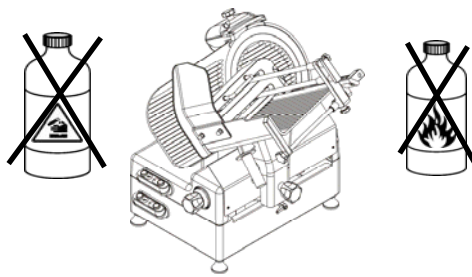

Abb.29
- Für die Reinigung keine korrosiven oder zündbaren Mittel verwenden (Abb.29); **nur das mitgelieferte Reinigungsmittel verwenden.**